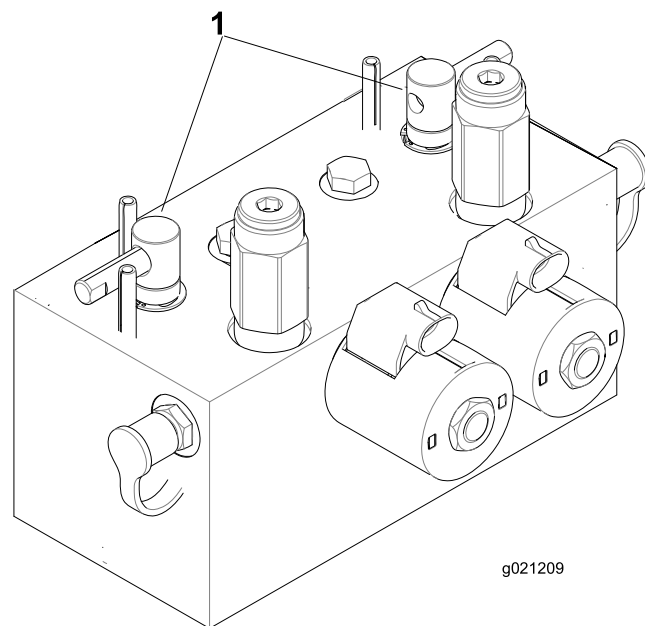

Figura 95
2. Desbloqueie e levante o banco para expor as alavancas de retificação (Figura 95).
5. Selecione as alavancas de retificação dianteiras, traseiras ou ambas para determinar quais as unidades a retificar (Figura 95).